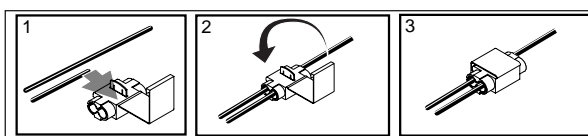

Fig.1
4. Les autres fils du faisceau électrique sont à connecter au véhicule à l'aide des fiches de connexion auto-dénudantes livrées comme indiquée dans la figure 1 et dans le tableau ci-dessous: